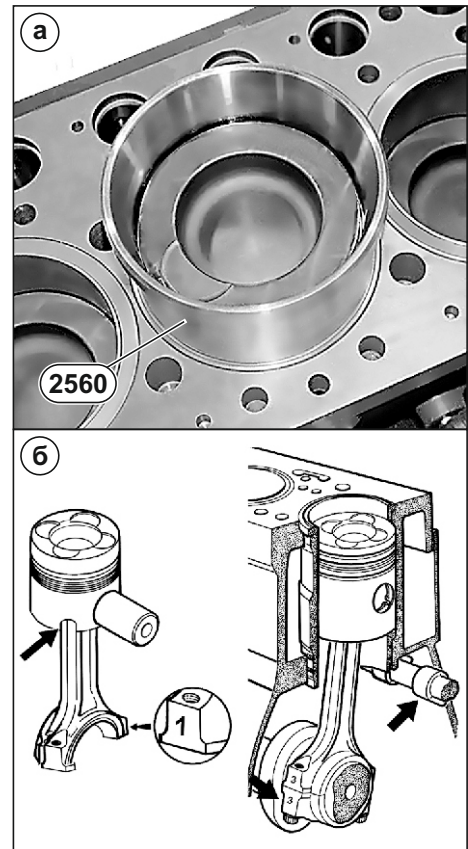

Рис. 99. Установка шатунно-поршневой группы.
3. Установить шатун в сборе с поршнем в соответствии с порядком и нумерацией в гильзу цилиндров, используя приспособление **2560** (см. **Рис. 99а**).
4. Паз на юбке поршня под форсунку охлаждения поршня должен совпадать с расположением самой форсунки, а номера на шатунах должны быть со стороны, противоположной валу распределительному (см. **Рис. 99б**).